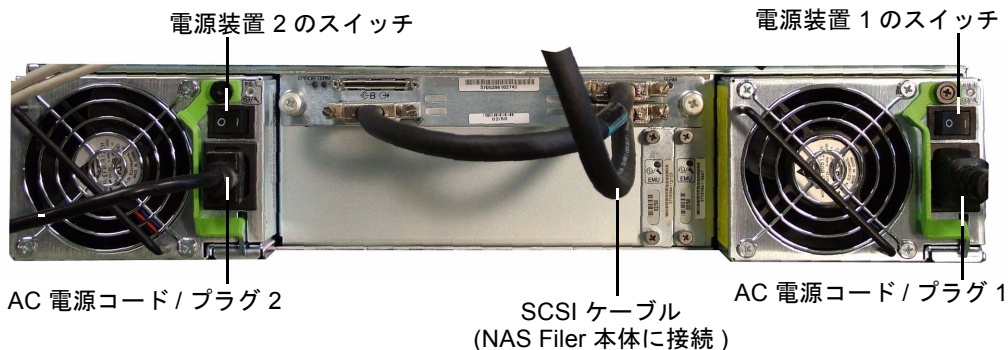

図 2-14 拡張ユニットの背面パネル
2. 両方の AC 電源ケーブルを各拡張ユニットの背面に接続します (21 ページの「各拡張ユニットシャーシの AC 電源コンセントへの接続」および図 2-14 を参照)。